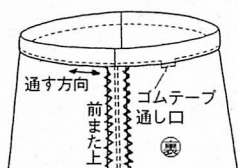

図 1
〔答え①〕ぬいしろを「わる」場合は、通しやすさに影響なし（図1）。